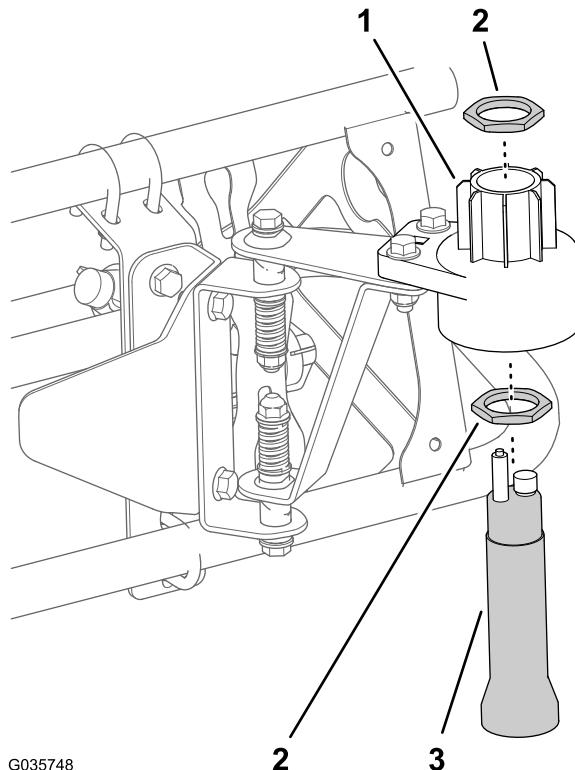

图 21
- 将大螺母安装到传感器上图 21。
- 将传感器插入下传感器外壳图 21。
- 将另一个大螺母安装到传感器上图 21。